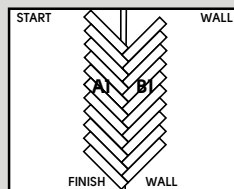

Fig. 6
7. Continúe instalando los tabloncillos sin cortarlos, trabajando en direcciones opuestas. Compruebe que los tabloncillos instalados están rectos en las líneas (Fig. 6). Golpee cuidadosamente los tabloncillos/azulejos juntos en el suelo (Fig. 6).